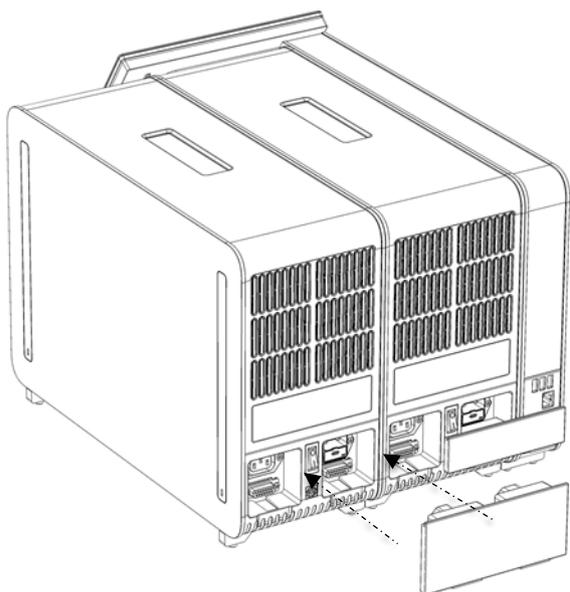

Figura 18. Conectando a Ponte do Módulo analítico/analítico.
6. Conecte a Ponte do Módulo analítico/analítico na parte traseira do QIAstat-Dx Analyzer 2.0 para unir ambos os Módulos analíticos (Figura 18).